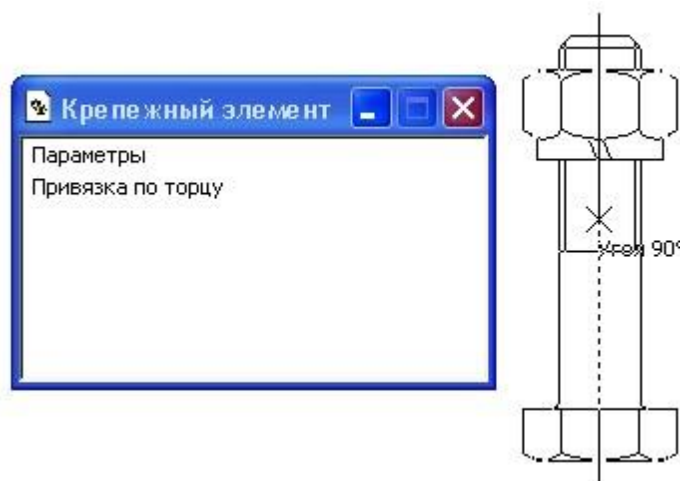

Рис. 8 – Діалогове вікно «Крепежный элемент»
5. На екрані з'явиться фантом кріпильного елемента та діалогове вікно «Крепежный элемент» (рис. 8).